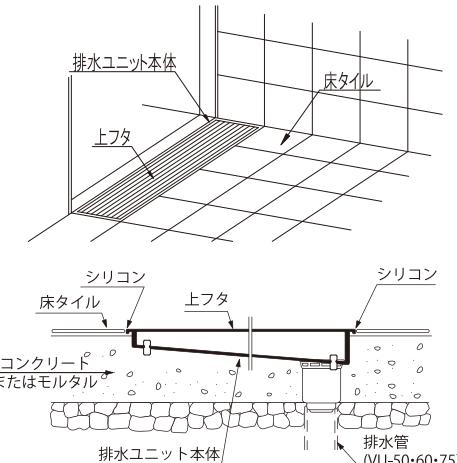

図1
(2) 排水ユニットの取り付け
- ①排水ユニットを仮据えし、床仕上げ面の勾配に揃えてください。
- ②排水管の内面もしくは外面に接着剤を塗布し、排水ユニット（トラップ排水口）を落し込んでください。（図1）
- ③上フタを排水ユニット本体にセットしてからモルタルで固定、
ださい。（図1）